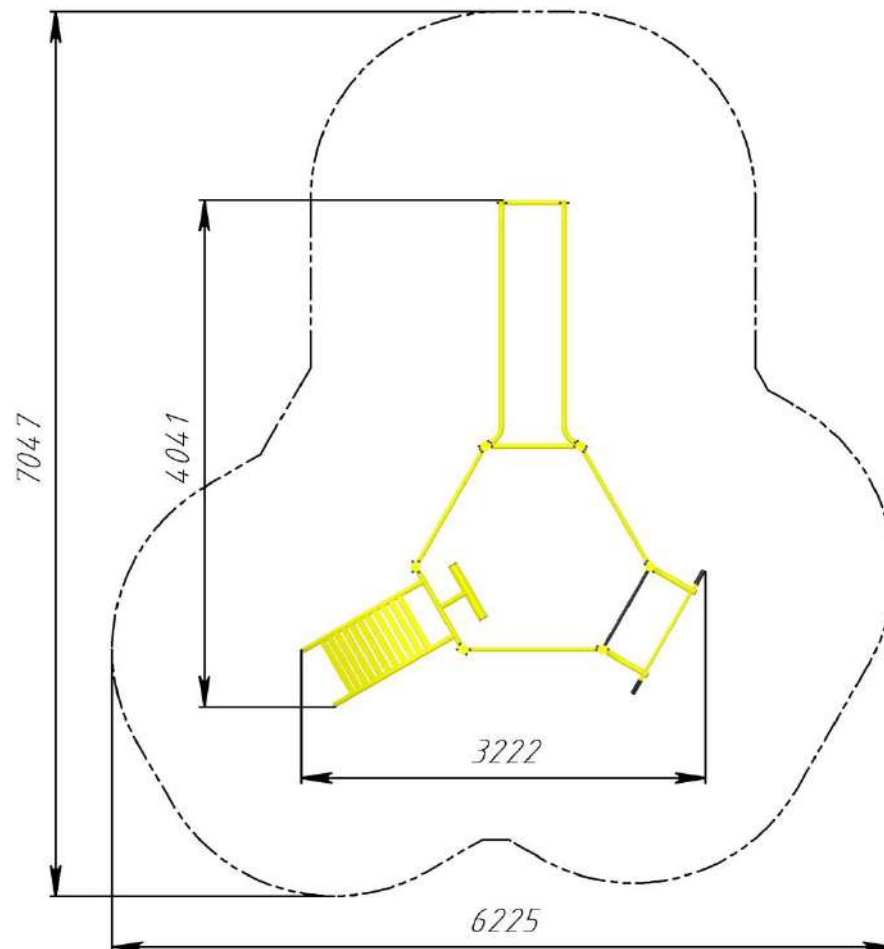

Рис. 2 Зона безопасности уличного спорткомплекса РТР 522
12.4. Монтаж уличного спорткомплекса проводится на ровной площадке, свободной от насаждений. Размер площадки должен обеспечить безопасную зону вокруг комплекса в соответствии с рис. 2.